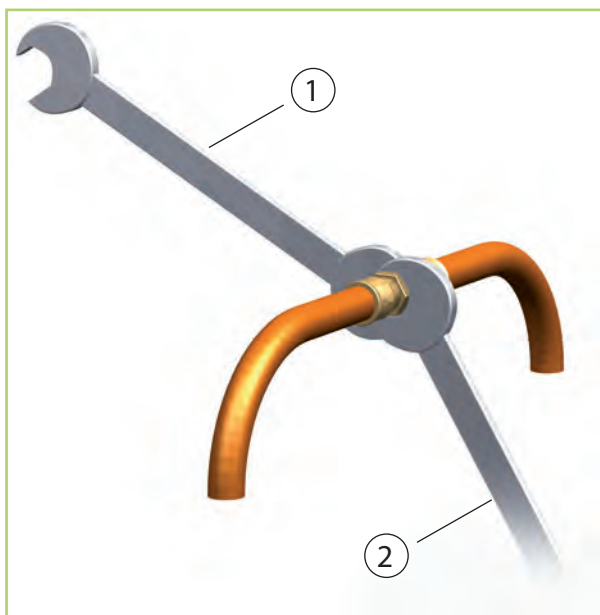

Abb. 56: Verschraubungen anziehen
- Die Verbindung der Kältemittelleitungen an den Geräteanschlüssen sollte zunächst per Hand erfolgen, um einen richtigen Sitz zu gewährleisten. Anschließend werden die Verschraubungen mit zwei passenden Maulschlüsseln befestigt. Es muss mit einem Schlüssel **gegengehalten** werden (Abb. 56).